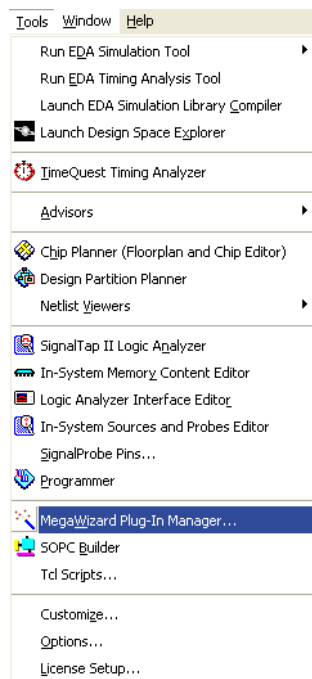

图 5.58 选择 MegaWizard
① 如图 5.58 所示，在 Quartus II 的菜单栏选择“Tools—>MegaWizard Plug-In Manager…”。